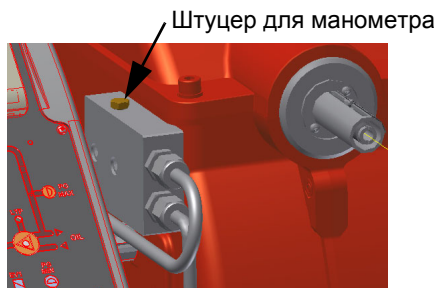
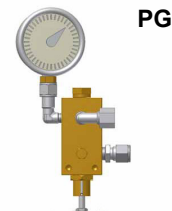

Рис. 10
Рис. 11
- 5 Давление питания форсунки уже отрегулировано заранее на заводе-изготовителе и не должно изменяться. Только в случае необходимости, отрегулировать давление питания (см. соответствующий параграф) следующим образом: установить манометр в положение, указанное на Рис. 10, воздействовать на регулировочный винт **VR** насоса (см. Рис. 11) до получения на форсунке давления в 20бар (форсунки Monarch или форсунки Bergonzo - см. на стр.33-34);